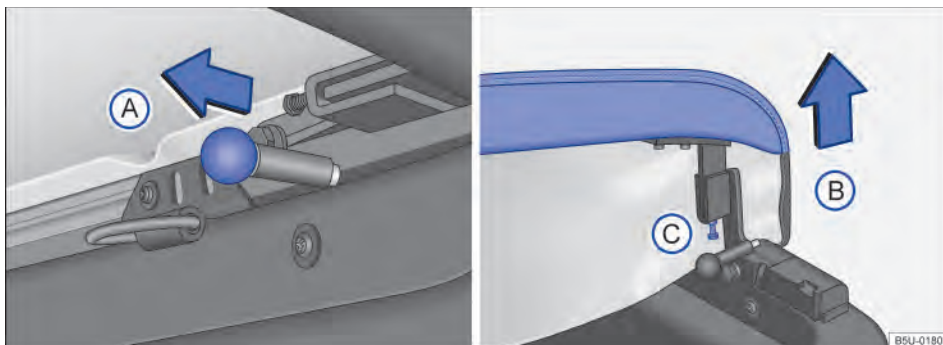
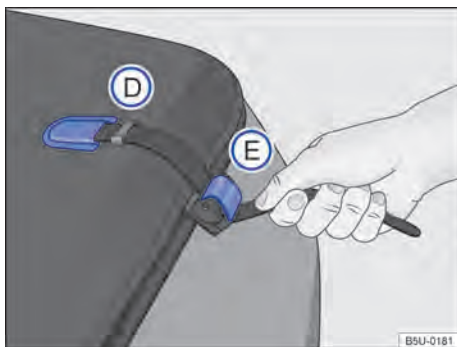

Fig. 32 Travas e parafuso de ajuste do esticamento da capota marítima.
Fig. 33 Fixação da capota marítima.
- Deslocar o pino de travamento ⇒ Fig. 32 (A) no sentido da seta, em ambos os lados, simultaneamente.
- Levantar a extremidade da capota no sentido da seta (B).
- Para ajustar o esticamento, soltar a porca e apertar o parafuso ou soltar o parafuso (C), até atingir o esticamento desejado.
- Retirar a extremidade da cinta do alojamento ⇒ Fig. 33 (D), nas laterais da capota marítima, e forçar a cinta para baixo, para desbloquear a trava (E).
- Inserir a extremidade das cintas no alojamento (D), para facilitar o recolhimento da capota marítima.